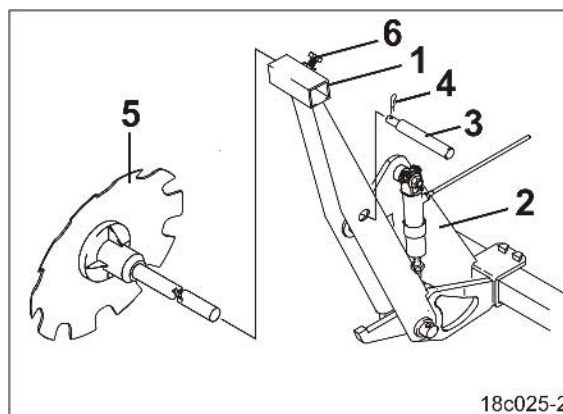

図 199
2. マーカディスクキャリア (図 199/1) を輸送用ホルダ (図 199/2) に差し込んでください。
3. ピン (図 199/3) をリンチピン (図 199/4) で固定します。
4. 取り付けボルト (図 199/6) を外します。
5. マーカディスク (図 199/5) をマーカディスクキャリア (図 199/1) から引き出し、適切な保管場所に運びます。